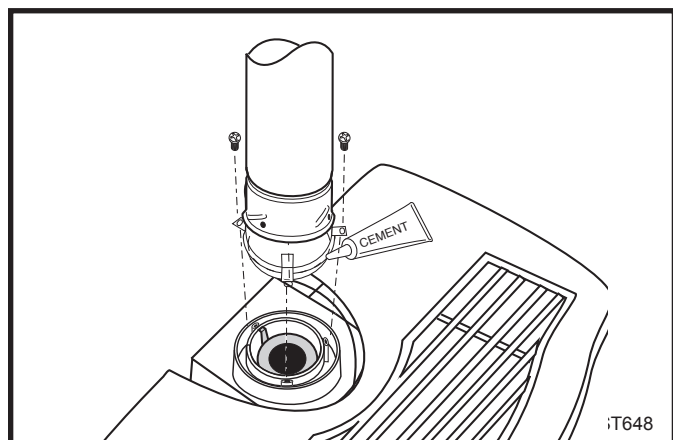

Fig. 20 Fixez l'ensemble intérieur au collier de fumée.
- Appliquez un cordon de mastic autour de l'extrémité inférieure de l'amorce de conduit et fixez l'ensemble à l'appareil au moyen des trois vis à empreinte cruciforme de 1/4-20 x 3/8po contenues dans le sac de pièces. (Fig. 20)